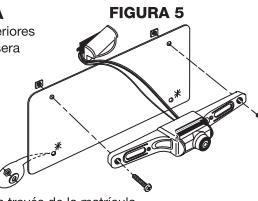

FIGURA 5
- Para acomodar el grosor de la cámara **RVC1R**, el kit incluye 2 pernos largos para la matrícula trasera del vehículo. Primero inserte los dos pernos/la sea los originales o los nuevos) a través del soporte de la **RVC1R** y luego a través de la matrícula del vehículo y colóquela nuevamente en el vehículo. (vea la Figura 5).